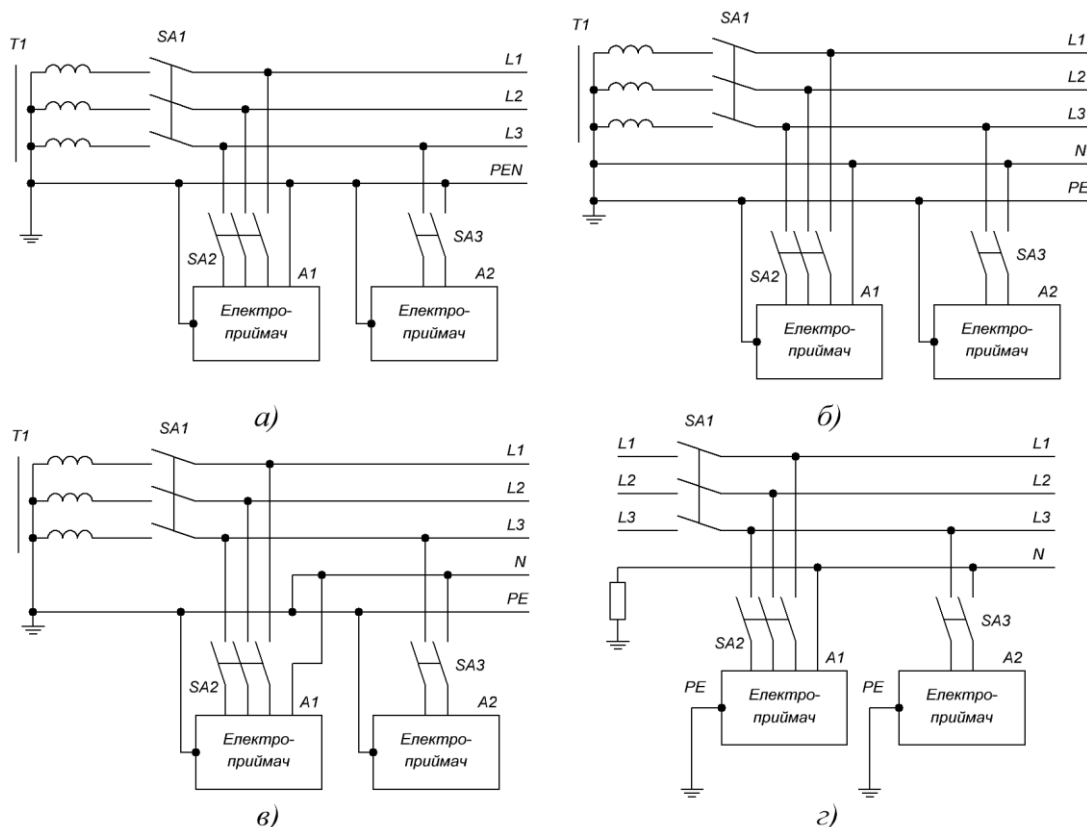

Рисунок 8 – Схеми заземлення на стороні змінного струму: система TN-C – а; система TN-S – б; система TN-C-S – в; система IT – г
- система TN-C – як система TN, в якій нульовий захисний і нульовий робочий провідники поєднані в одному провіднику на всій його довжині (рис. 8, а);
- система TN-S – як система TN, в якій нульовий захисний і нульовий робочий провідники розділені по всій їх довжині (рис. 8, б);
- система TN-C-S – як система TN, в якій функції нульового захисного і нульового робочого провідників поєднані в одному провіднику в якійсь її частині, починаючи від джерела електроживлення (рис. 8, в);
- система IT – система, в якій нейтраль джерела електроживлення ізольована від землі або заземлена через прилади або пристрої, що мають великий опір, а відкриті частини обладнання, що проводять електричний струм, заземлені (рис. 8, г).